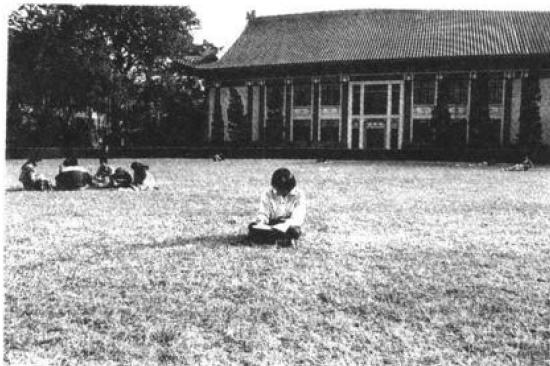

图 3
5. 图 3~图 7 系在同一拍摄点，面对同一被摄物，分别用广角镜头、标准镜头、中焦镜头、长焦镜头、超长焦镜头拍摄的照片。试分析并说明各种焦距镜头的视角变化关系。